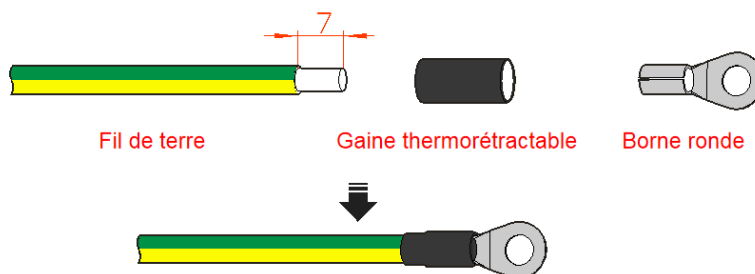

Figure3-14 Schéma de dénudage du fil de terre externe (unité: mm)
- Etape 1 Dénudez la couche isolante du fil de terre sur environ 7 mm, insérez le fil dans la borne ronde et serrez-les à l'aide d'un outil de sertissage, comme illustré à la figure 3-14.